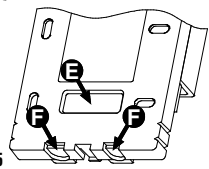

Fig. 5
- 4 Der er tre muligheder for kabelindføring: Kabelindføring på bagsiden: Åbn hullet (E) Fig. 5, ved hjælp af en skruetrækker.
Kabelindføring i bunden: Åbn det ene eller begge huller (F) Fig. 5, ved hjælp af en skruetrækker.